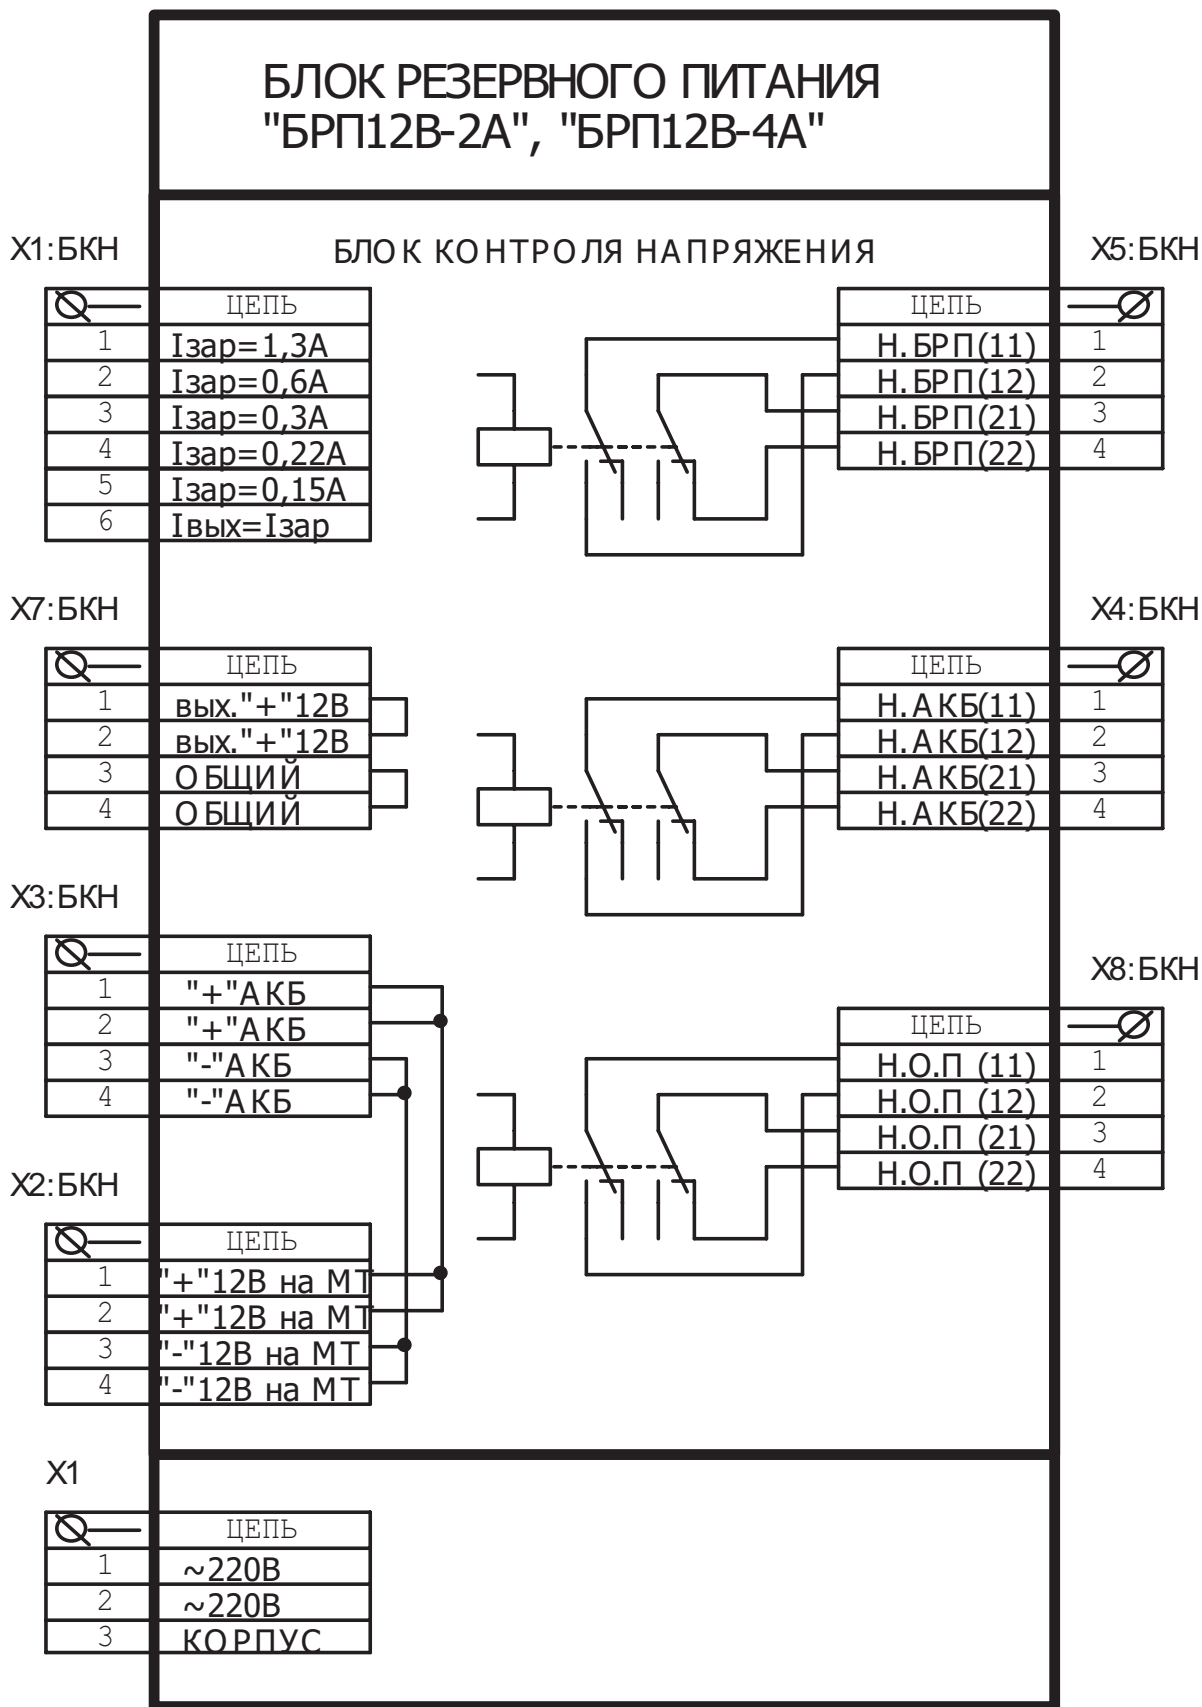

Рис. 6. Клеммные колодки БРП12В-2А и БРП12В-4А
- для БРП12В-2А и БРП12В-4А на рис.6;